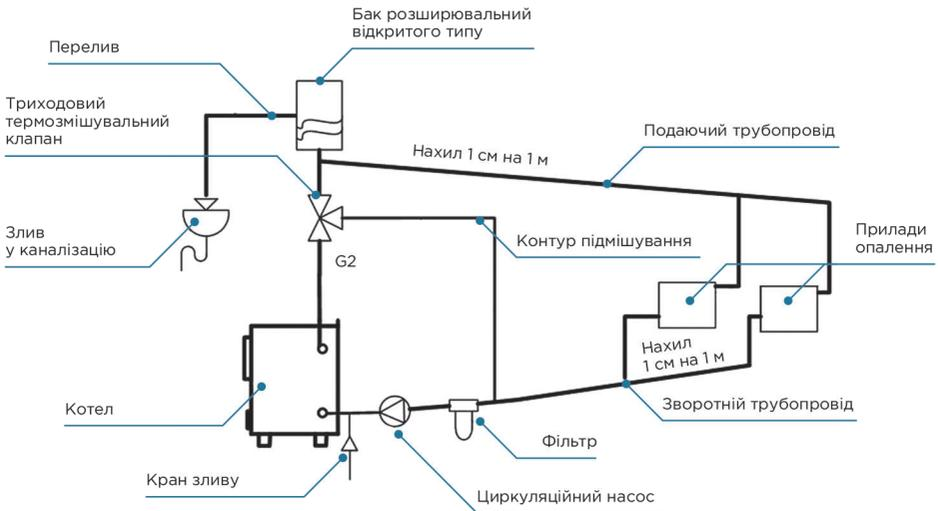

Рис.3. Схема відкритої системи водяного опалення
5.9 Принципова схема підключення котла до опалювальної системи наведена на Рис.3 і 4.
5.10 Розширювальний бак відкритого типу (Рис.3) встановлюється у найвищій точці системи опалення. Він повинен мати постійно відкритий заливний отвір у верхній частині і переливну лінію у верхній боковій поверхні, для зливу зайвої води в каналізацію.
5.13 Перед початком експлуатації система заповнюється водою з водопроводу через кран зливу води (Рис.3 і 4) від низу до верху, до початку переливу з розширювального бачка. Доливати воду в систему можливо через воронку.